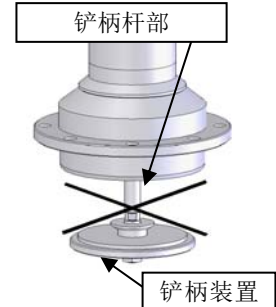

Fig.3 铲柄装置部
- 手不得触摸材料入口的铲柄装置部。（Fig.3）
- 在安装泵时，在泵下侧的铲柄装置要已完成装入的状态下操作。铲柄装置部分尚未装入时就安装泵的话，铲柄容易弯曲、或引发泵的吸入不良。（Fig.3）